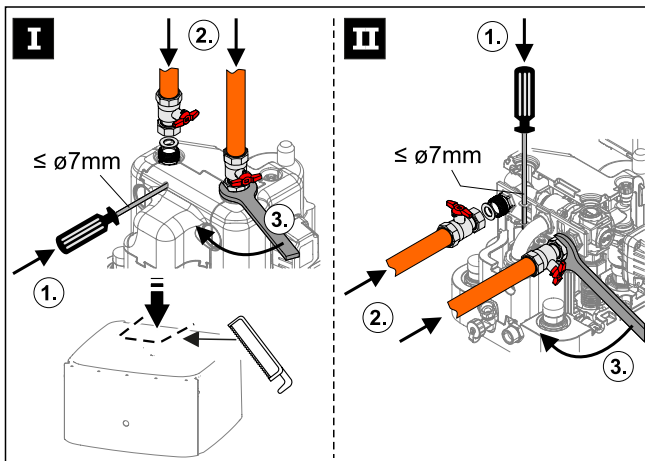

Bild 3-30 Heizungsanschlüsse herstellen
- Vorgesprochenes Anzugsdrehmoment beachten (siehe Kap. 9.2). Dabei mit einem geeigneten Werkzeug das nötige Gegenmoment aufbringen, um Beschädigungen zu vermeiden, siehe Bild 3-30.